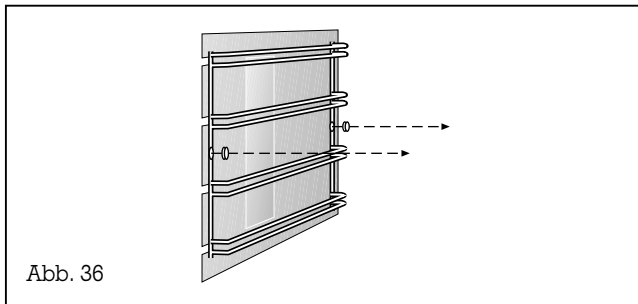

Abb. 36
- Entfernen Sie vorne und hinten die Rändelmuttern an den beiden Seitenwänden (Abb. 36).